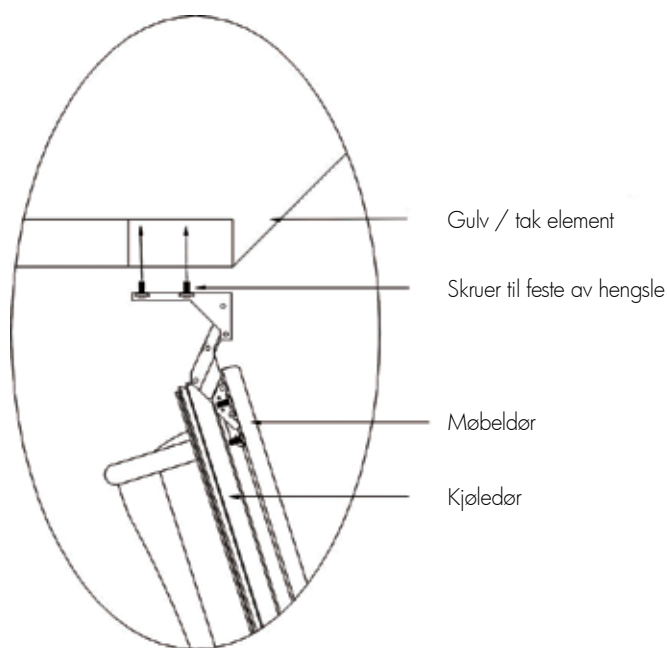

Fig 5
3. Dør til skrog. Skru først ut festeskruer for hengsler som står skrudd fast i gulv og tak på valgt hengsleside med vedlagt umbrakonøkkel. Åpne hengslene som er montert på kjøledør. Døren holdes i åpen stilling, mens hengsleskrueene tres gjennom hull i hengsler og skrues inn (ikke helt fast) i gulv og tak - se fig. 5.